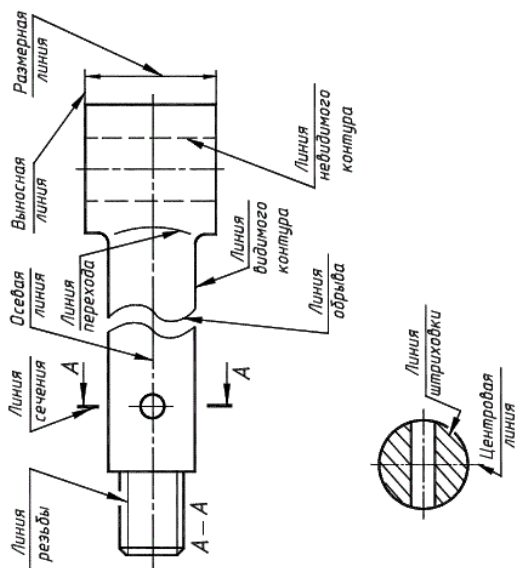

Рис. 2.2. Типы линий по ГОСТ 2.303-68
Для большей выразительности и наглядности все чертежи выполняют в виде сочетания линий, различных по назначению, размерам и наименованию. Определенное начертание линий и их назначение стандартизовано. На рис. 2.2 слева изображена деталь и названы все типы линий, характеризующие различные участки представленной детали, а справа указана таблица с наименованием и начертанием этих линий. Используя наименования линий, приведенные в таблице рис. 2.2, поясним их применение.
*Разомкнутой линией* показывают положение линий сечения (см. рис. 2.2, сечение А–А), причем в сложных сечениях и разрезах допустимо концы разомкнутой линии соединять штрихпунктирной тонкой линией.
Толщина линий каждого типа должна быть одинакова для всех изображений одного масштаба на данном чертеже. В качестве основной принята сплошная толстая линия, которую обозначают латинской буквой *S*, а измеряют в мм. Толщину остальных линий устанавливают в зависимости от толщины основной линии (см. таблицу, рис. 2.2).